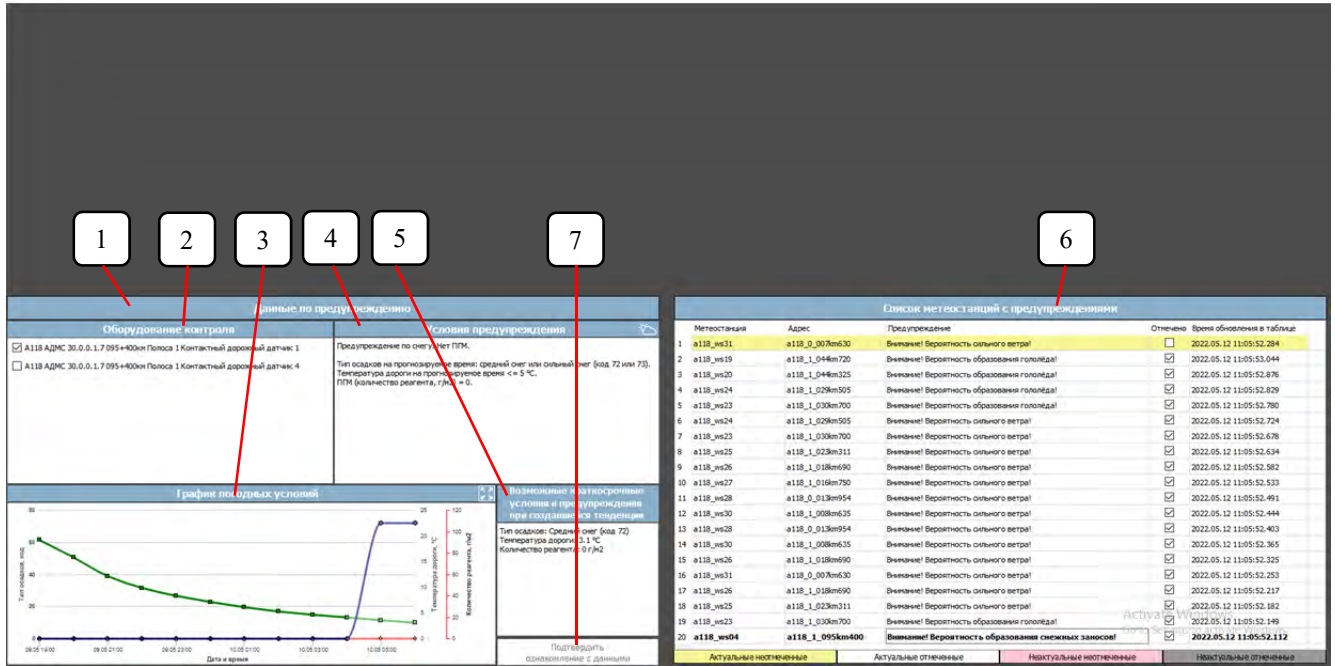

Рисунок 3.7.1 Общий вид мониторинга данных, поступающих с АДМС
В таблице «Список метеостанций с предупреждениями» (6) (см. рис. 3.7.1) предупреждения, в зависимости от действий оператора, окрашиваются в различные цвета:
Подтверждение о предупреждении происходит путем нажатия ЛКМ на кнопку «Подтвердить ознакомление с данными» в нижнем правом углу окна «Данные по предупреждениям» (см. (7) рис. 3.7.1).